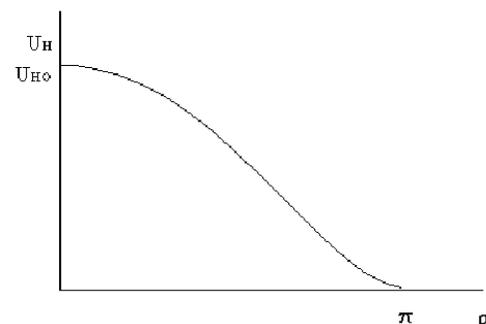

Рисунок 4.25 - Характеристика управления
- а) характеристика управления, которая выражает зависимость выпрямленного напряжения от угла управления $U_{\text{н}} = f(\alpha)$ (рисунок 4.25);